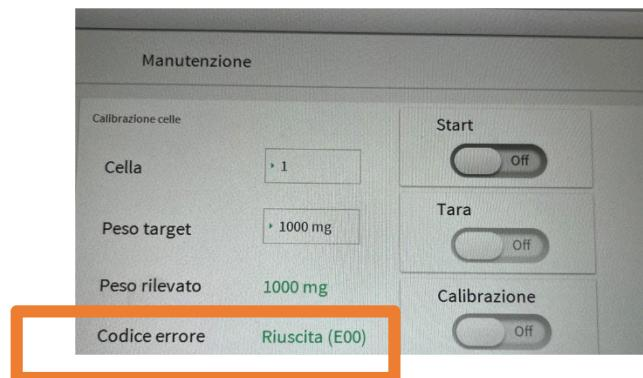

Fig.28
6. Se la calibrazione della cella da esito conferme appare il messaggio “Riuscita” nel campo “Codice errore” (Fig.28)